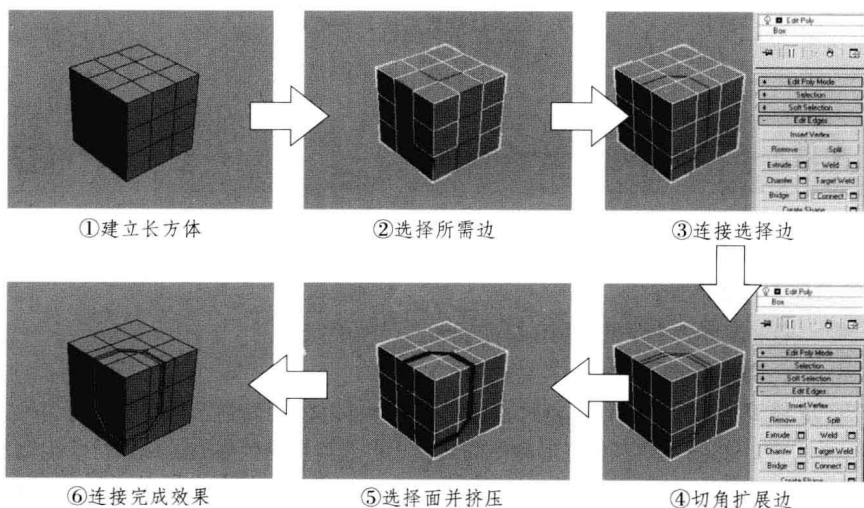

图3-6 循环连接总流程（步骤）图
四、制作流程及技巧分析 制作本例时，建立一个立方体并切换至边模式，选择需要连接的边，然后使用连接工具将选择的边进行循环连接，得到围绕的多边形边效果。本例分为6个制作总流程（步骤）：①建立长方体、②选择所需边、③连接选择边、④切角扩展边、⑤选择面并挤压、⑥连接完成效果，见图3-6。